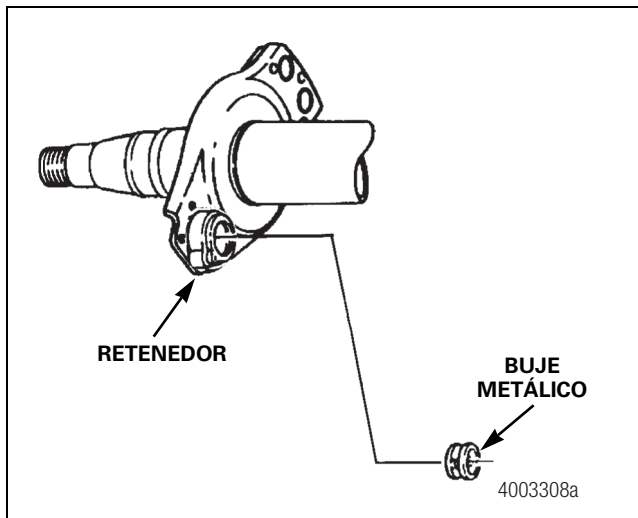

Figura 12.7
- Puede instalarse un buje de casquillo metálico en los tres modelos de araña. Figura 12.7.